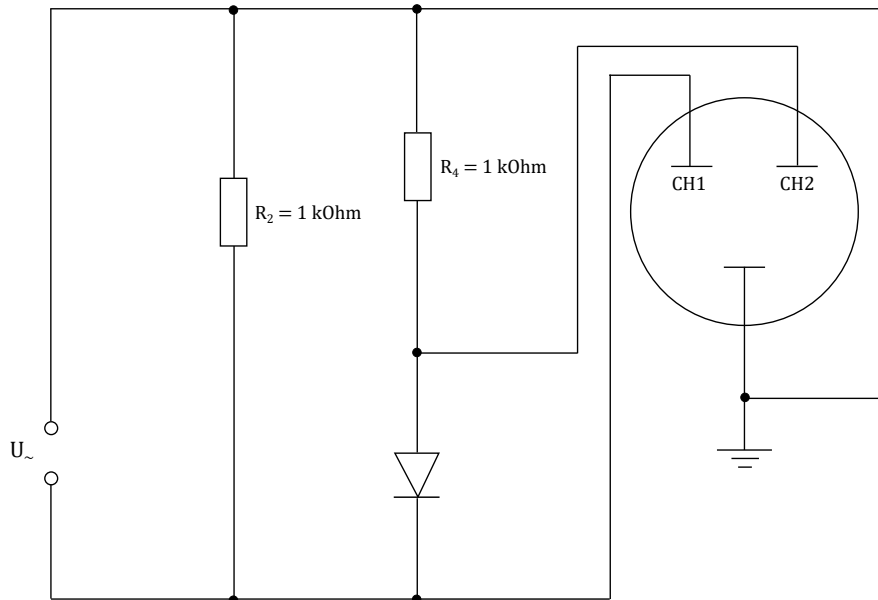

Abb. E24-3: Anordnung zur Messung der abgegebenen Leistung des Gleichrichters in den Widerstand R_1 mit dem Oszilloskop.
- e) **Physiker:** Bauen Sie die Schaltung wie in Abbildung E24-3 auf. Bestimmen Sie die abgegebene Leistung des Einweggleichrichters in den Widerstand R_1 im Vergleich zur Eingangsleistung (Messung an R_2). Messen Sie dazu die Spannungen an U_1 und U_2 mit dem Oszilloskop. Speichern Sie den Datensatz ab und bestimmen Sie den mittleren Spannungswert einer Halbwelle durch Integration sowie die Leistung.